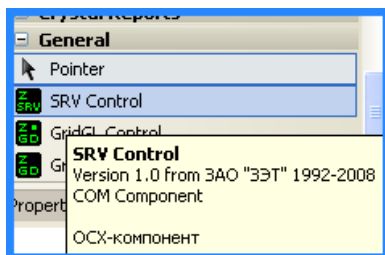

Рисунок 3'. Внешний вид ToolBox с подключенным компонентом ZETServer.
5. После чего компонент появится в ToolBox. Рисунок 3’.